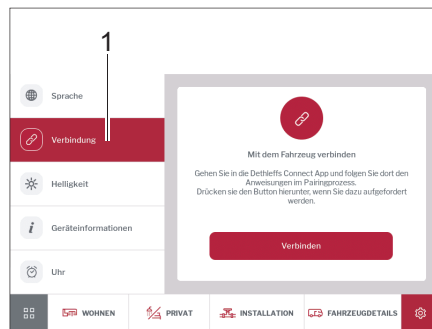

Fig. 280 Conexión
- Tocar en la opción *Conexión* (Fig. 280,1). Aparece un mensaje que explica cómo se puede conectar el dispositivo móvil al vehículo, consulte también el capítulo 9.17.1.